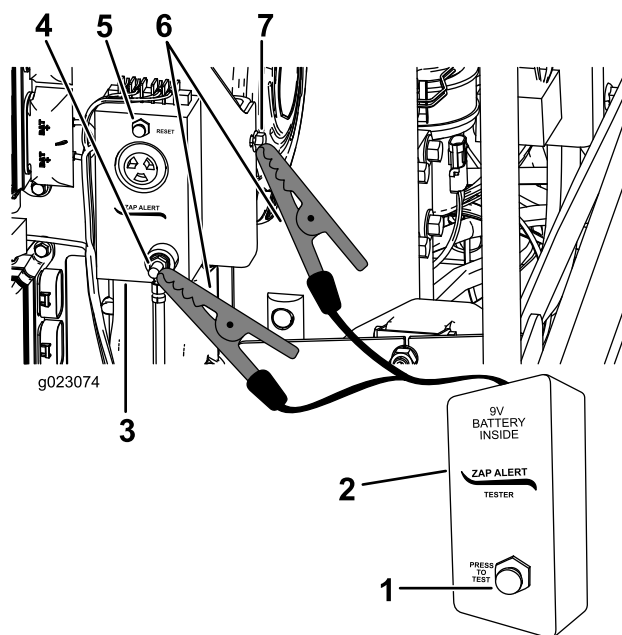

Figure 30
3. Connectez une pince crocodile du testeur Zap-Alert au goujon de mise à la terre du système Zap-Alert (Figure 30).
5. Appuyez sur le bouton de TEST sur le testeur Zap-Alert (Figure 30).
6. Appuyez sur le bouton de RÉARMEMENT ZAP-ALERT pour arrêter l'alarme (Figure 30).